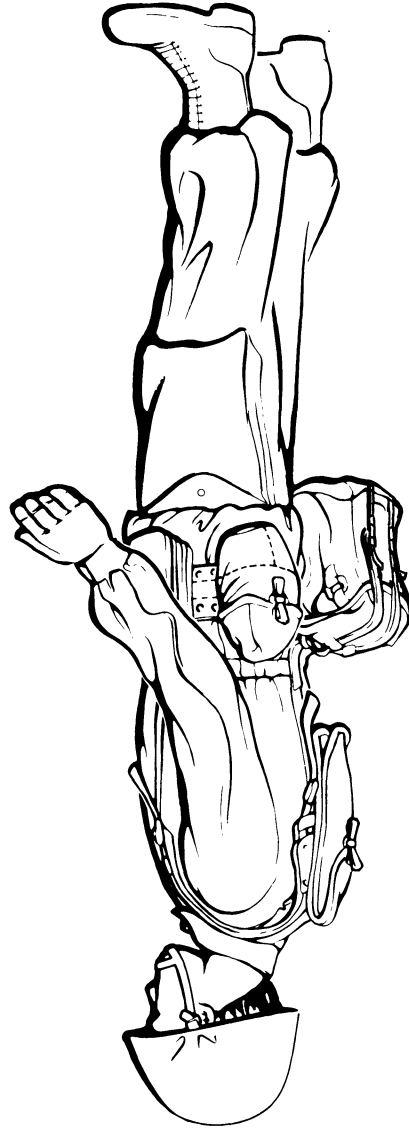

Figure 3-1 Tenue de combat complète
1. La tenue de combat complète comprend la tenue de combat plus les armes collectives et les munitions, l'équipement et les rations nécessaires aux soldats pendant une période n'excédant pas 72 heures. La tenue de combat complète est illustrée à la figure 3-1.